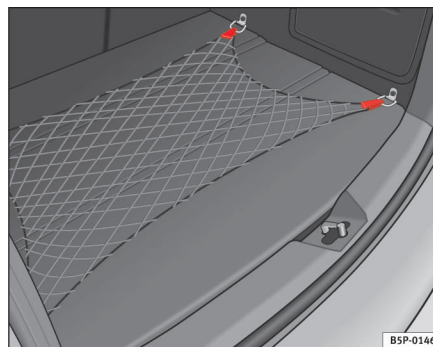

Fig. 108 Bagagerumsnet ►
- Anvend øjerne i bagagerummets sider til fastgørelse af bagagerumsnettet ⇒ side 139, fig. 108.